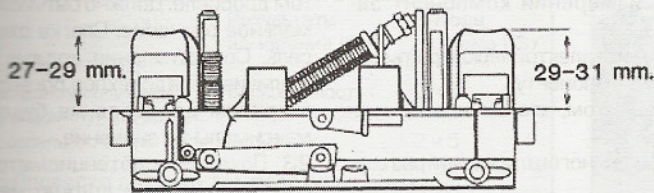

Рис. 4.11 Проверка уровня в поплавковой камере
11. Измерьте расстояние между крышкой (без прокладки) и вершиной поплавка (рис. 4.11).